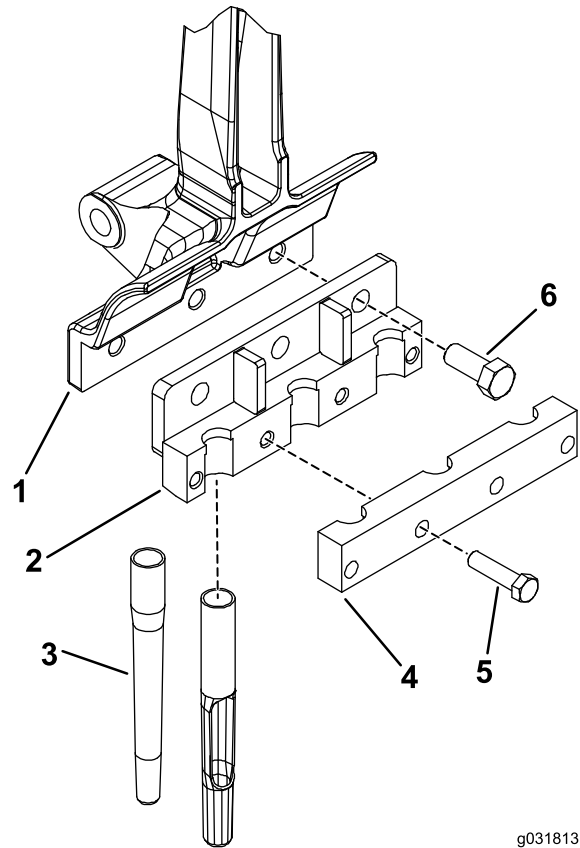

Рисунок 2
1. Используйте болты (3/8 x 1-1/2 дюйма), чтобы прикрепить, не затягивая, зажим зубьев к держателю зубьев (Рисунок 2).
2. Вставьте зуб в держатель зубьев (Рисунок 2).
4. Используйте 3 болта (1/2 x 1-1/4 дюйма), чтобы прикрепить держатель зубьев к рычагу зубьев (Рисунок 2).